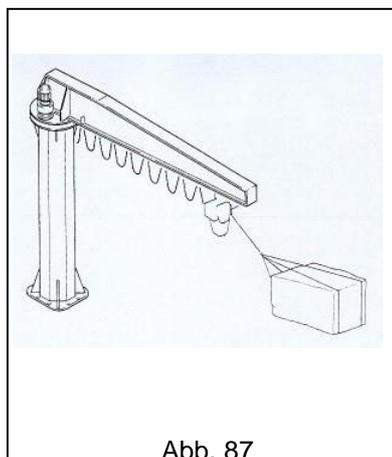

Abb. 87
- **NIEMALS** das Seil oder die Kette in diagonale Zugrichtung bringen (Abb. 87).